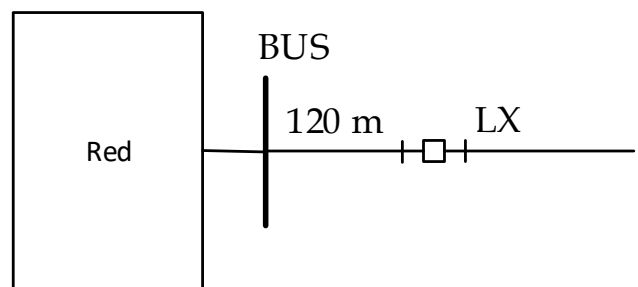

Figura 2b
b) Estudiar el efecto que produce en la TTR un tramo de línea de 120 m de longitud de los mismos parámetros que la existente, conectada en serie entre las barras y el interruptor S (Figura 2b).